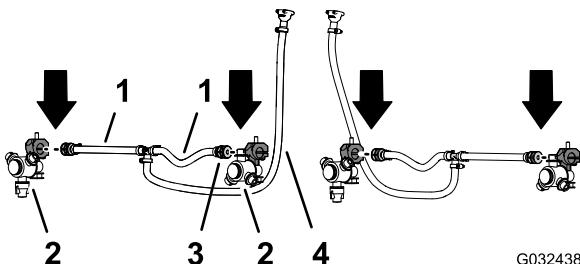

Figure 58
- Localisez le trou dans le côté de l'anneau cannelé simple au bout du flexible de 25 cm de l'ensemble flexibles (vanne de pulvérisation 5 ou 6) pour la section de pulvérisation centrale (Figure 57 et Figure 58).
- Avec la buse de pulvérisation, le boulon à tête hexagonale et la vis en acier inoxydable que vous avez retirés aux opérations 1 et 2 de Dépose des buses de pulvérisation \(page 27\), répétez les opérations 3 à 5 pour l'anneau cannelé simple (Figure 57 et Figure 58) au bout de l'autre flexible (25 cm).
- Avec les 2 buses de pulvérisation que vous avez retirées à l'opération 4 de Dépose des buses de pulvérisation \(page 27\), répétez les opérations 3 à 5 pour l'anneau cannelé simple de l'autre ensemble flexibles (vanne de pulvérisation 5 ou 6) pour la section de pulvérisation centrale (Figure 57 et Figure 58).